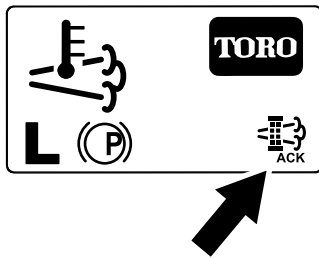

Figura 65
- El InfoCenter muestra la página de inicio y el icono de reconocimiento de regeneración (Figura 65) aparece en la esquina inferior derecha de la pantalla mientras se procesa la regeneración.